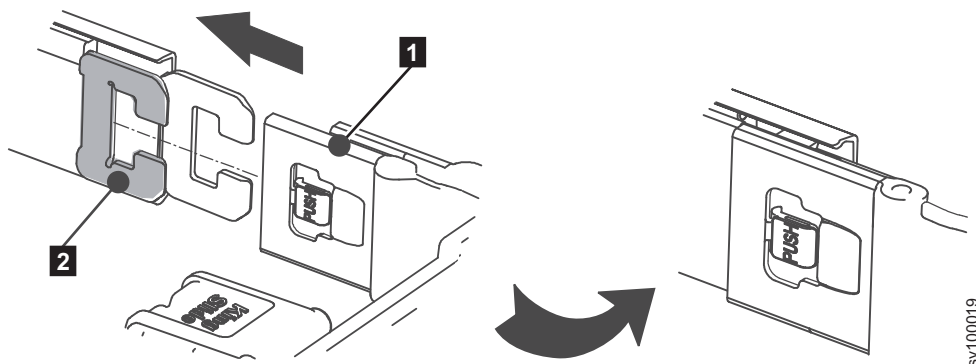

Figura 17. Instale o membro interno
2. Instale o conector interno do suporte para organização de cabos (1) na base do conector do suporte para organização de cabos no membro interno (2), conforme mostrado em Figura 17.